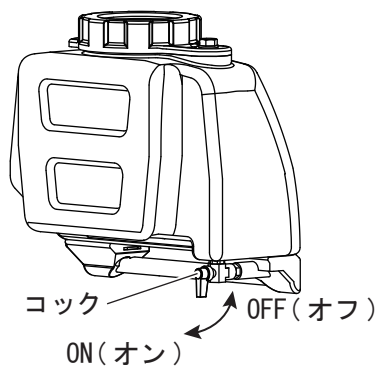

図 8
2. 水タンクのコックが正しく作動するか点検してください。(図8)